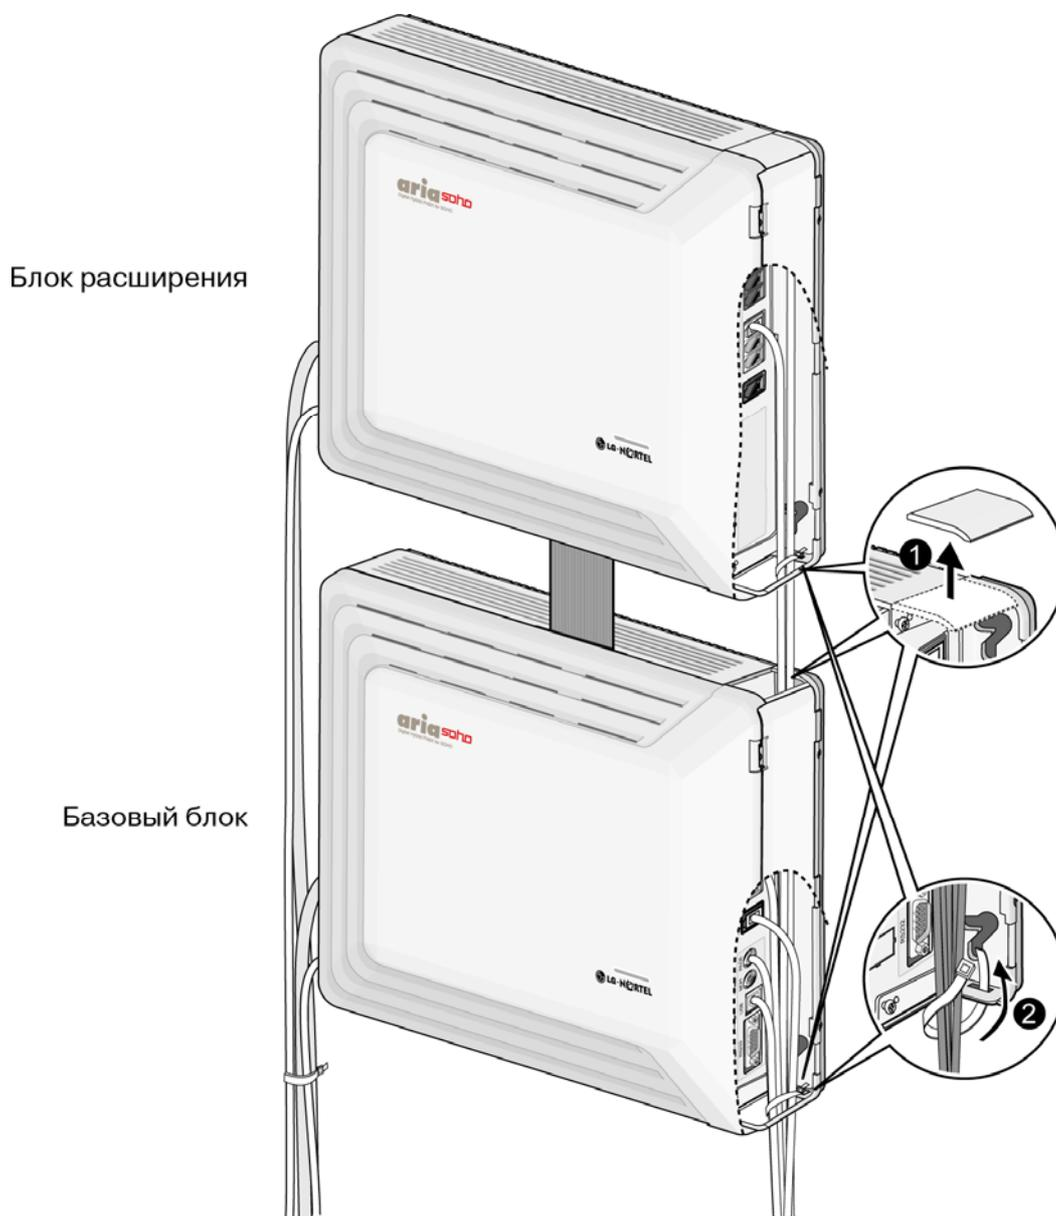

Рис. 5.2.1 Прокладка кабелей при настенном монтаже
2. Подсоедините кабели к порту CO/STA и к портам MOH/USB/RS-232C как показано на Рис. 5.2.1.